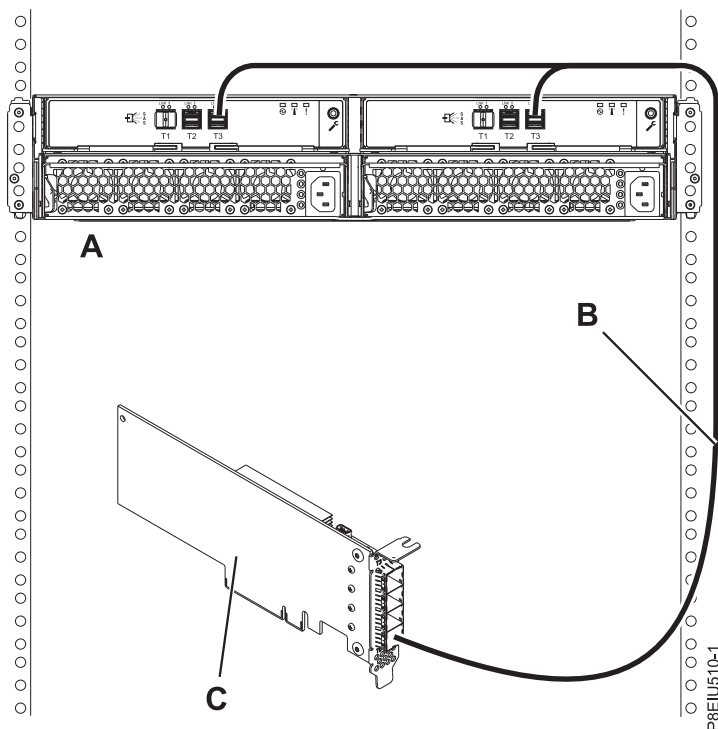

Figure 13. Connexion de mode 1 d'une armoire de stockage ESLL ou ESLS via un câble YO12 à un adaptateur SAS FC EJ0J ou FC EJ0M unique
13. Effectuez la connexion de mode 1 à un boîtier (A) via un câble YO12 (B) à un adaptateur SAS unique FC EJ0J ou FC EJ0M (C), comme indiqué dans la figure 13, à la page 15, puis continuez avec «Connexion des câbles et des cordons d'alimentation et installation des capots», à la page 22.